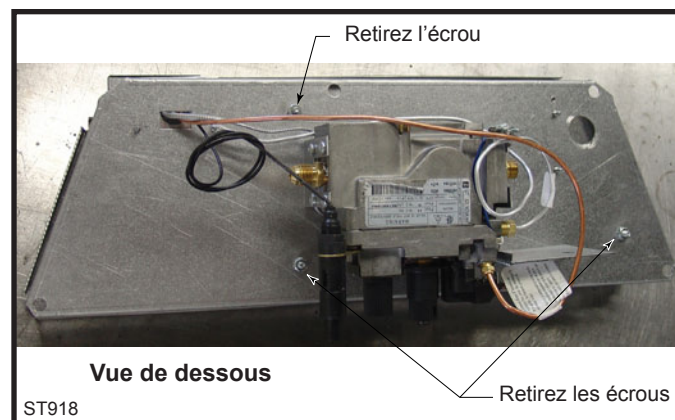

Fig. 80 Retirez les trois (3) écrous retenant le lit de cendres en place.
1. Retirez les trois (3) écrous 3/8" sur le dessus de la plaque du brûleur. (Fig. 80)